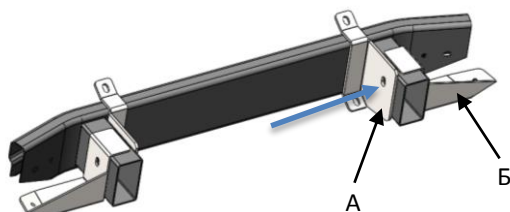
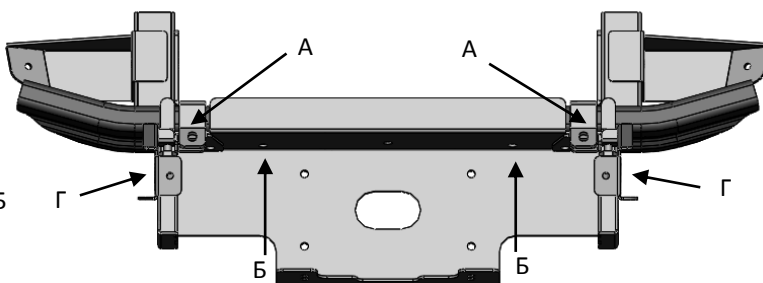
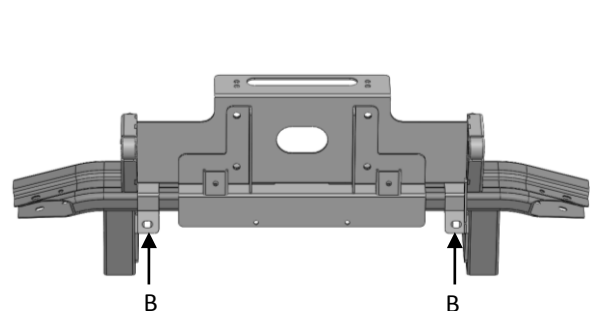

Рис.13
Рис.14
Рис.15
6. Завести левый и правый кронштейны площадки лебедки А за переднюю балку рамы и установить боковые кронштейны крепления бампера Б, закрепить их болтами М10х90 (рис.13).
7. Установить площадку лебедки на передней балке рамы и закрепить в местах А болтами М12х35, в местах Б болтами М10х50 (рис.14), в местах В болтами М12х35 (рис.15). **ВНИМАНИЕ! Болты не затягивать!**
8. Вывернуть площадку лебедки относительно кузова автомобиля и затянуть все болты в следующем порядке: болты А (рис.14), болты В (рис.15), болты Б (рис.14), болты М10х90 (рис.13). **ВНИМАНИЕ! Фиксирующие болты Г (рис.14) не затягивать!**
11. Снять бампер с металлического каркаса. Затянуть фиксирующие болты **Г** (рис.14) и снова закрепить бампер на металлическом каркасе.
15.*** Для дополнительной фиксации бампера разметить и просверлить 2 отверстия Ø12 мм через боковые кронштейны **Б** (рис.13) и закрепить бампер болтами М10х35.